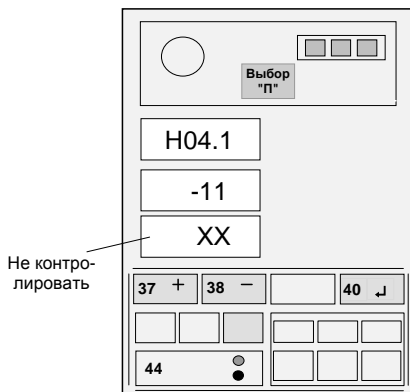

Рисунок 16 - Ввод температурного коэффициента
Если значение коэффициента, указанное на жгуте ПрД, отличается от значения, выдаваемого на средний ИЖЦ, нажатием кнопки 44 установить на верхнем ИЖЦ код "H04.1", а затем, нажимая кнопки "+" (37) и "-" (38), установить на среднем ИЖЦ значение коэффициента для штокового ПрД (см. рисунок 16 для коэффициента М11), причем знак плюс на индикаторе не отображается, а знак минус отображается символом "-".
4.6.4.1 Нажимая кнопку **ВЫБОР П** (36), добиться появления на верхнем ИЖЦ кода **"Н06"** (Занесение температурного коэффициента поршневого ПрД). При этом на средний ИЖЦ выдается значение коэффициента, занесенное ранее в память ОНК.
Если значение коэффициента, указанное на жгуте ПрД, отличается от значения, выдаваемого на средний ИЖЦ, нажатием кнопки 44 установить на верхнем ИЖЦ код **"Н06.1"**, а затем, нажимая кнопки **"+"** (37) и **"-"** (38), установить на среднем ИЖЦ значение коэффициента для поршневого ПрД аналогично п. 4.6.2 (см. рисунок 16).